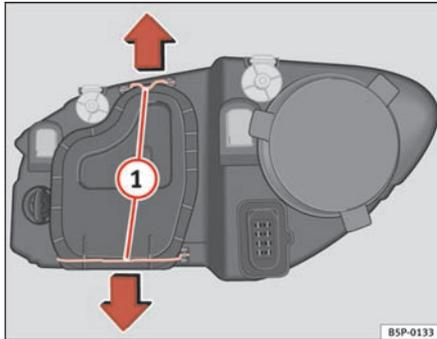

Fig. 165 Luz de cruce
- Desplace los tirantes ⇒ fig. 165 ① en el sentido de la flecha y saque la tapa.